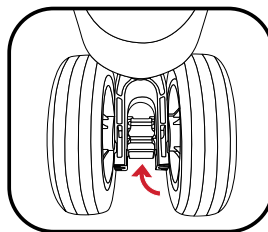

Fig 4
6. Tryck upp snabbkopplingsspaken igen tills den hakar fast ordentligt (fig. 4)